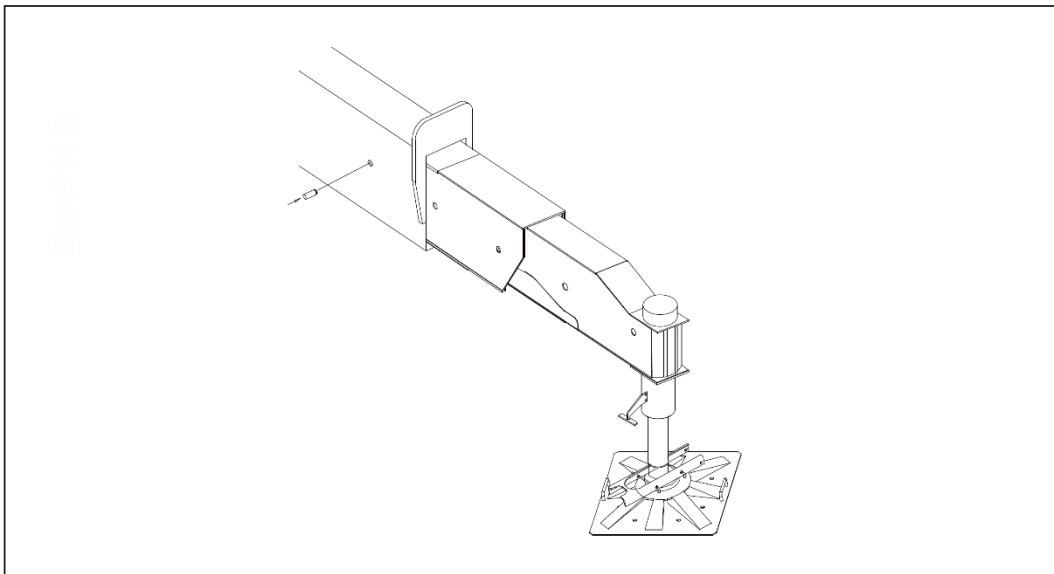

Figura 3-63 Fixe e trave as vigas deslizantes
- i) Prenda e trave as vigas deslizantes com pinos de retenção quando as patolas forem estendidas para a posição desejada. Consulte a figura 3-63.